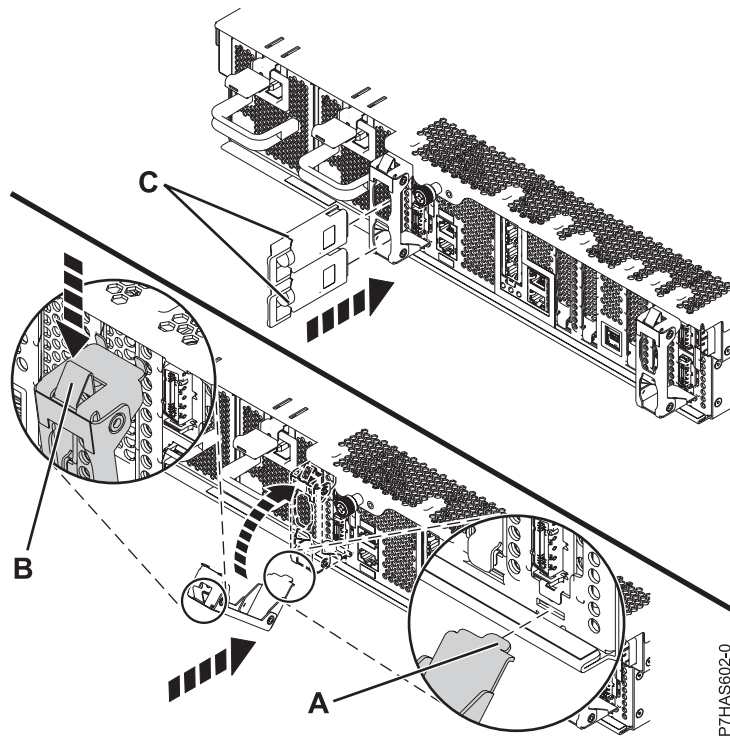

Figure 8. Installation du support de câbles
8. Afin de bloquer la patte supérieure dans l'emplacement du bloc, inclinez légèrement le support de câbles (A) (voir la figure 8, à la page 12).